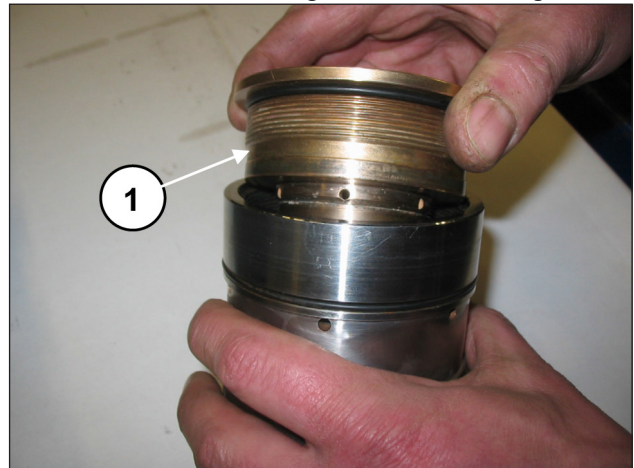
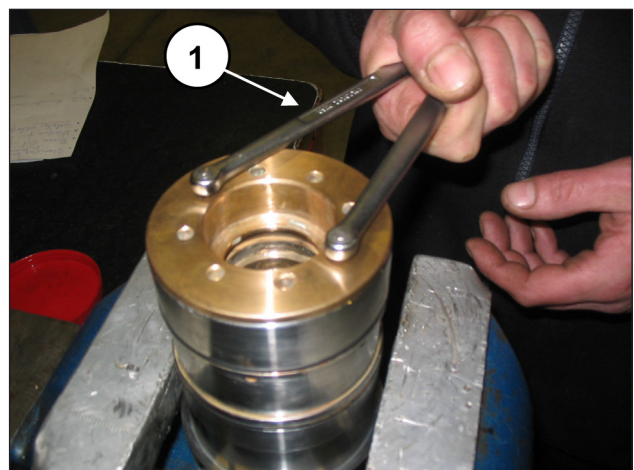

Abb. 154
Abb. 155
Schrauben Sie den Dichtungshalter auf die Buchse (Pos. ①, Abb. 154) und ziehen Sie mithilfe eines marktgängigen Hakenschlüssels mit runden Nasen $\varnothing 5$ soweit fest, (Pos. ①, Abb. 155) bis der Halter bündig auf der Buchse aufliegt.